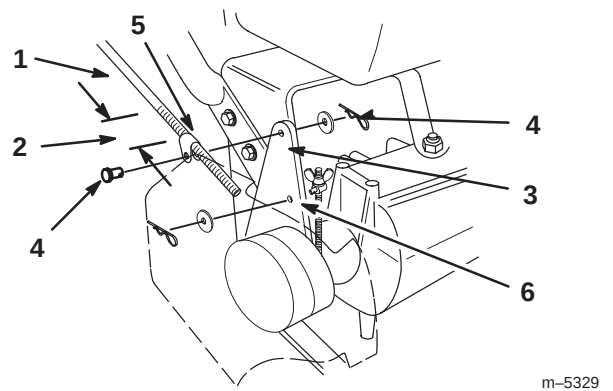

Bild 8
1. Stellen Sie sicher, dass sich die Stangenarmaturen auf jeder Schaltstange an gleicher Stelle befinden. Die Stangenarmaturen sollten sich etwas 89 mm vom Gewindeanfang befinden (Bild 8).
2. Schieben Sie die Lastösenbolzen durch die Stangenarmaturen und die Befestigungslöcher in die Spannscheibenhaltungen (von außen) (Bild 8). Befestigen Sie die Teile mit Scheiben und Splinten (Bild 8).